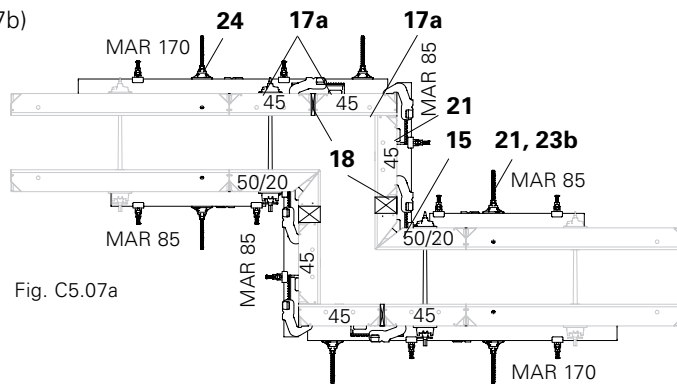

Fig. C5.07a
- Allineatore MAR 85 (21)
- Compen. in legno a cura cantiere (18)
- (Fig. C5.07a + C5.07b)